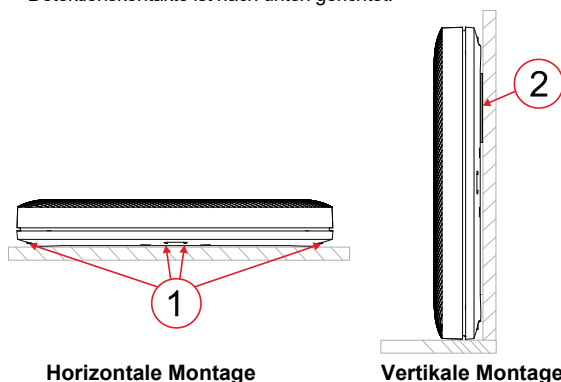

Abbildung 1: Arten der Montage und Beschreibung der externen Teile des Produkts: 1 – Detektionskontakte; 2 – magnetischer Aufkleber
- Öffnen Sie den Deckel des Produkts und legen Sie die (AAA)-Batterien in die Batteriehalter (6) ein. Achten Sie auf die richtige Polarität.
- Wenn die zweite Batterie in den Melder eingelegt wird, wird ein Signal zur Anmeldung an die Zentrale übertragen. Wenn eine schwache Batterie eingelegt ist, blinkt die LED-Leuchte (3) gelb (mit 2 Hz).
- Bei vertikaler Montage - Schließen Sie den Deckel des Produkts, befestigen Sie ihn mit den Verriegelungsschrauben und prüfen Sie, ob das Produkt richtig geschlossen ist, und positionieren Sie das Produkt so, dass es auf einer Seite des Bodens aufliegt. Bringen Sie den Magnet-Aufkleber (2) an der eingebauten Metallplatte an der Rückseite des Produkts an, siehe Abb. 1. Bei der vertikalen Montage spricht der Melder auf eine größere Menge Flüssigkeit an (aufgrund eines höheren Niveaus).
- Das Produkt meldet einen Alarm bzw. eine Überschwemmung, sobald ein beliebiges Paar von Detektionskontakte (1) verbunden wird.